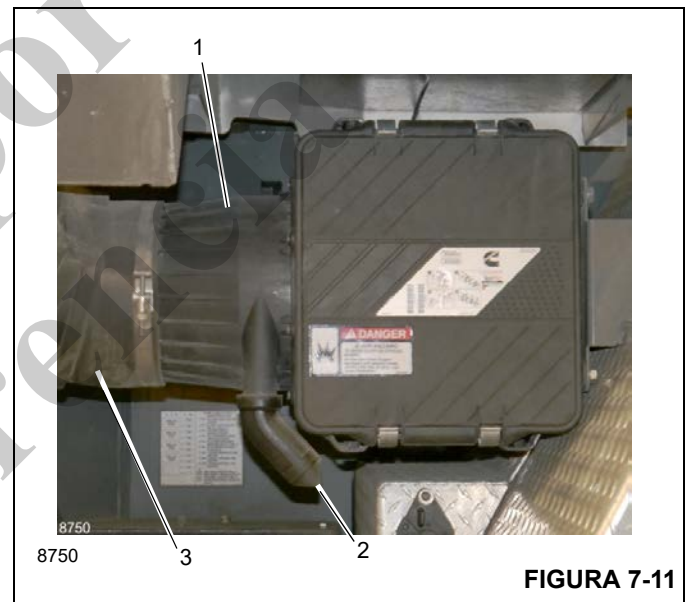
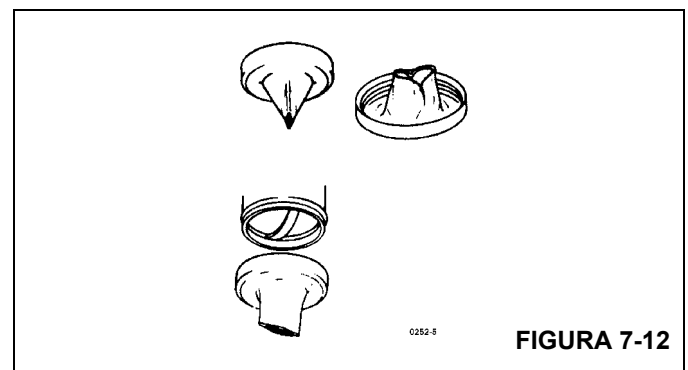

FIGURA 7-11
FIGURA 7-12
El prefiltro (1, Figura 7-11) impide que los desechos grandes entren en el filtro de aire y debe limpiarse periódicamente, en especial si se trabaja en condiciones de mucho polvo. Retire el prefiltro después de remover primero el codo molido (3). Retire todos los desechos del interior del prefiltro y vuelva a armarlo.
Las válvulas de descarga (20, Figura 7-5, 2, Figura 7-11 y Figura 7-12) están diseñadas para expulsar automáticamente el polvo suelto y la suciedad del cuerpo del filtro de aire, para prolongar la vida útil del elemento. Los rebordes de la válvula deben apuntar directamente hacia abajo y se deben mantener libres de desechos para que funcionen de manera efectiva. El lodo y la suciedad se pueden acumular en estos rebordes periódicamente y mantenerlos abiertos durante el funcionamiento del motor.